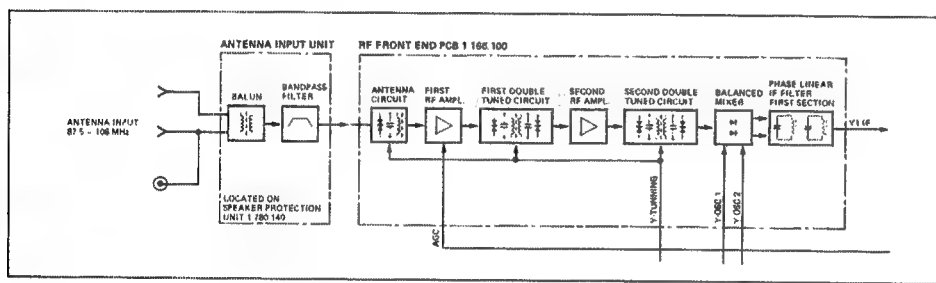

Fig. 3.1
3.1.2 HF-Eingangsteil 1.166.100 (Fig. 3.1)
3.1.2 RF input section 1.166.100 (Fig. 3.1)
3.1.2 Etage d'entrée HF 1.166.100 (fig. 3.1)